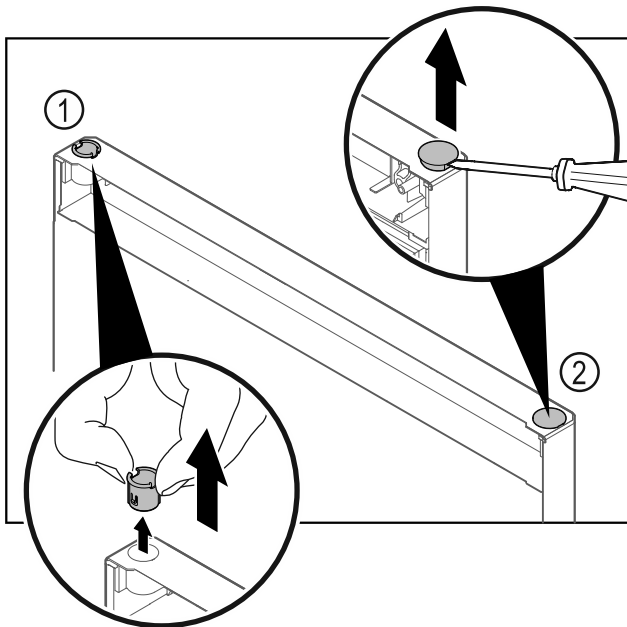

Fig. 22 Dør kjøleseksjon
- Trekk ut hengselbøssingen Fig. 22 (1) med fingrene.
- Løft dekkstøpselet Fig. 22 (2) forsiktig opp med en skrutrekker, og trekk det av.